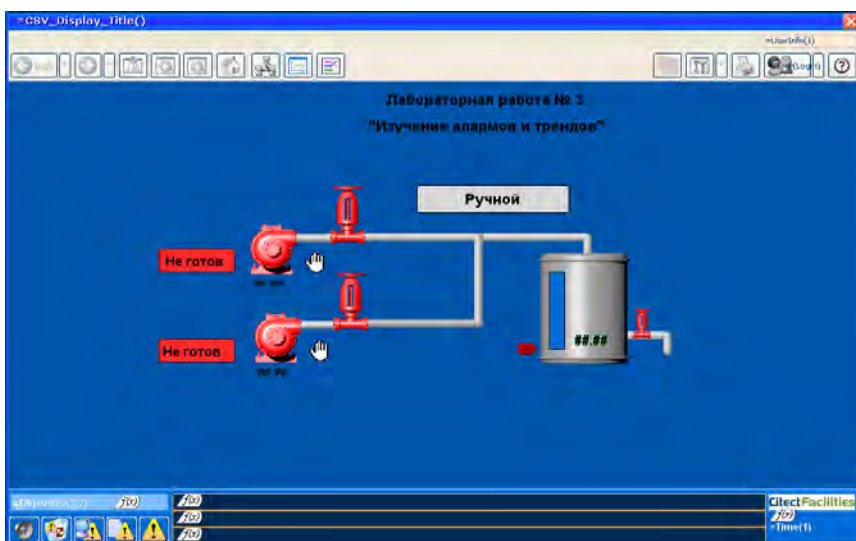

Рис. 3.1. Пример графической страницы для лабораторной работы № 3
1. Создать графическую страницу для управления технологическим процессом, используя шаблон, сделанный в лабораторной работе № 2 (см. рис. 3.1).